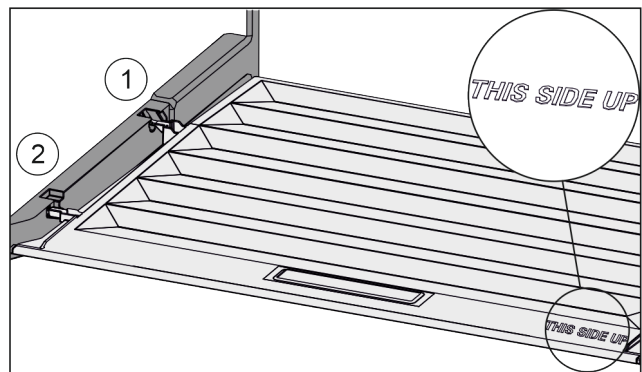

Fig. 104
- ▶ Пъхнете шийките на капака през отвора в задния държач Fig. 104 (1) и фиксирайте отпред в държача Fig. 104 (2).